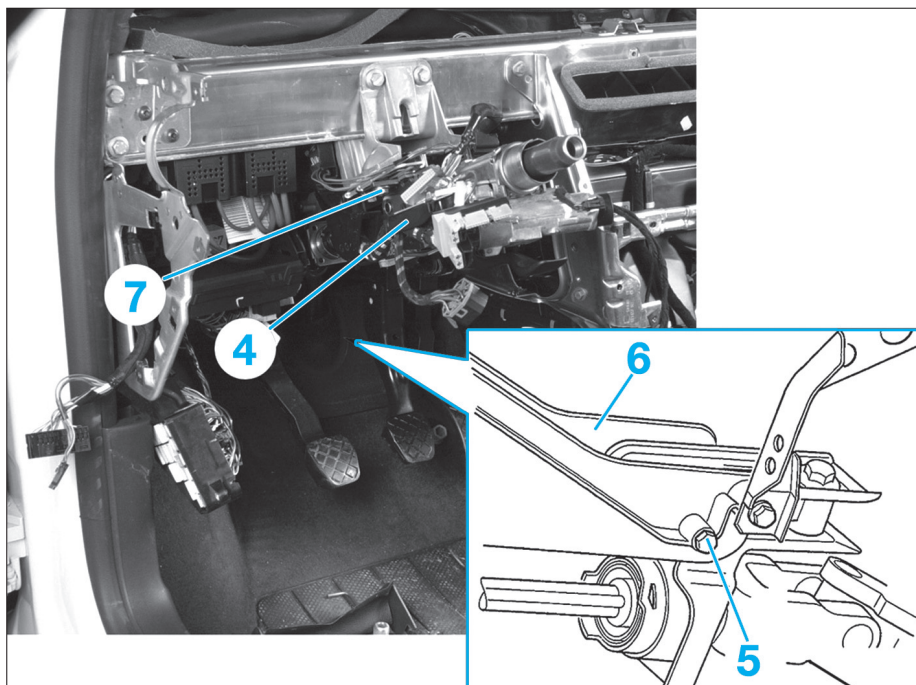

Fig. 12
- De chaque côté, déposer les caches (4) et extraire les câbles électriques (Fig.12).
- la vis inférieure (5) sur le support (6),
- les vis (7) de fixation supérieure (une de chaque côté).